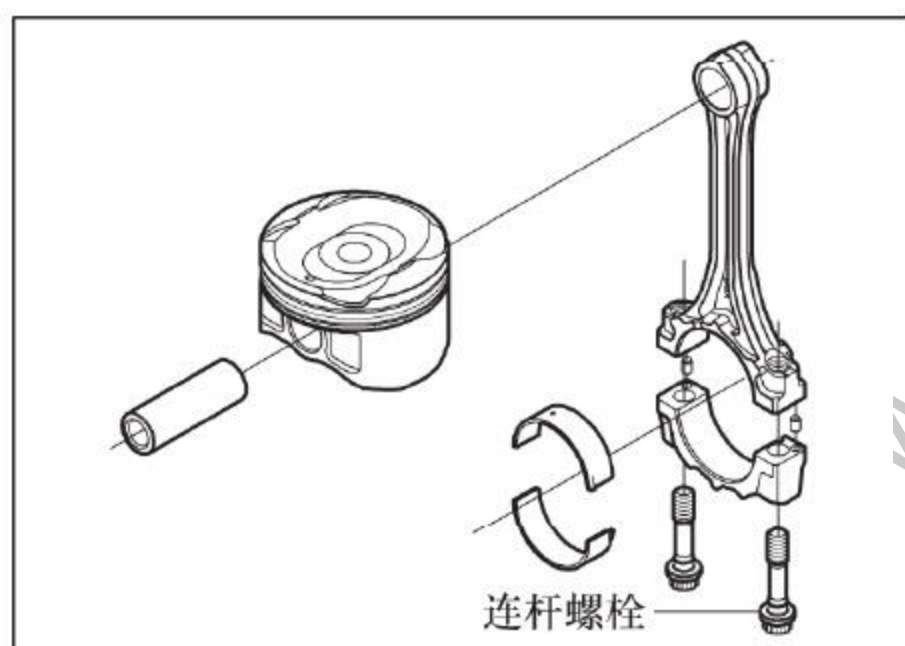

图12-2-12 安装活塞连杆组件和轴瓦
(3) 安装活塞连杆组件
a. 安装时，各工作表面应清洁无杂质并涂抹润滑油，用专用工具将与各气缸匹配的活塞连杆总成分别推入各气缸中，此时活塞顶面的前端标记朝向气缸体前端，如图12-2-12、12-2-13所示。